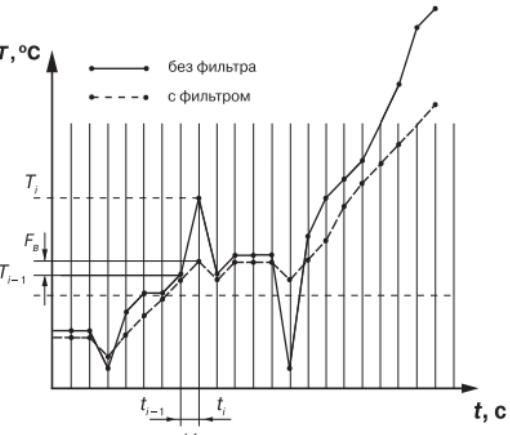

Рис. 3
3.2.4.2. Во-первых, фильтр устраняет сильные единичные помехи (рис. 3).
Если измеренное значение T_i отличается от предыдущего T_{i-1} на величину, большую, чем значение параметра F_b (заданная «полоса фильтра»), то прибор присваивает ему значение равное $T_{i-1} + F_b$ (рис. 3). Таким образом характеристика слаживается.
Как видно из рис. 3, малая ширина полосы фильтра приводит к замедлению реакции прибора на быстрое изменение входной величины. Поэтому при низком уровне помех или при работе с быстрыменяющимися процессами рекомендуется увеличить значение полосы фильтра или отключить действие этого параметра. При работе в условиях сильных помех для устранения их влияния на работу прибора необходимо уменьшить значение в параметре «**полоса фильтра**».